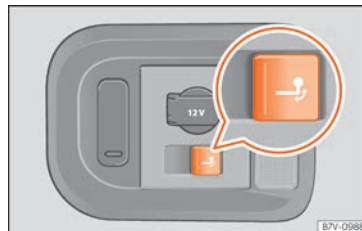

Fig. 279 Du côté droit du coffre à bagages : touche de déverrouillage du crochet d'attelage.
- Tirez la touche » fig. 279 brièvement. Le crochet d'attelage se déverrouille électriquement et tourne automatiquement vers l'extérieur. Le témoin de la touche clignote.
- Tirez la touche » fig. 279 brièvement. Le crochet d'attelage se déverrouille électriquement.
- Si le témoin de contrôle de la touche » fig. 279 → clignote, le crochet d'attelage ne s'est pas encore enclenché correctement ou est endommagé » ⚠.
- Si le témoin de contrôle » fig. 279 → reste allumé avec le hayon arrière ouvert, le crochet d'attelage s'est correctement enclenché correctement, qu'il soit sorti ou escamoté.
- N'appuyez jamais sur la touche » fig. 279 lorsqu'une remorque est accrochée ou qu'un porte-bagages ou d'autres accessoires sont montés sur l'attelage.